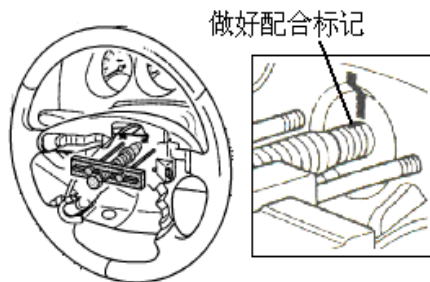

图 2—6
- (5) 拆下转向管柱下盖。拆下 3 个螺钉和转向管柱上盖和转向管柱下盖。如图2—7所